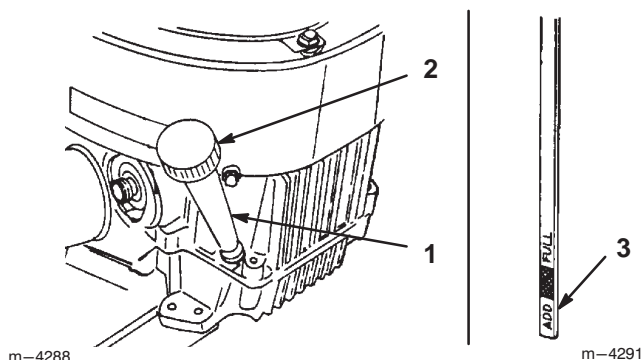

Bild 17
4. Reinigen Sie den Bereich um den Ölpeilstab herum (Bild 17), damit kein Schmutz in den Einfüllstutzen gelangen und so den Motor beschädigen kann.
5. Schrauben Sie den Ölpeilstab los und wischen Sie das Metallende ab (Bild 17).
6. Schieben Sie den Ölpeilstab vollständig in den Einfüllstutzen (nicht in das Rohr einschrauben) (Bild 17). Ziehen Sie den Peilstab wieder heraus und kontrollieren Sie das Metallende. Gießen Sie, wenn der Ölstand zu niedrig ist, nur so viel Öl langsam in den Einfüllstutzen, dass der Ölstand die „Voll“-Marke am Peilstab erreicht.
- Reinigen Sie den Bereich um den Peilstab (Bild 17) und drehen Sie den Verschlussdeckel ab.
- Gießen Sie ca. 80 % der angegebenen Ölmenge langsam in den Einfüllstutzen (Bild 17). Siehe „Wechseln des Motoröls“ auf Seite 24.